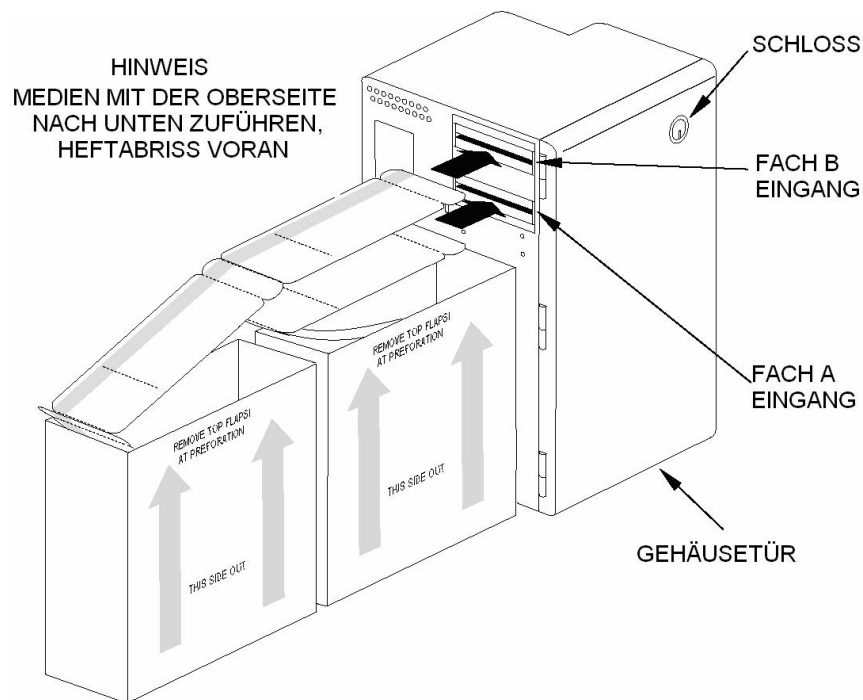

Abbildung 3-2. Position und Ausrichtung der Ticketkartons
2. Den oder die Kartons mit den Tickets hinter dem Drucker aufstellen. Dabei auf Bündigkeit mit den Zuführungen für die Fächer A und B achten. Die Ausrichtung entsprechend Abbildung 3-2 vornehmen. Das Ticketband mit der Vorderseite nach unten und dem Heftabriss voran in die Zuführung einführen. Beim Einführen des Materials in das Fach startet der Motor. Tickets loslassen, sobald der Motor läuft. Das Ticketmaterial wird nun in den Drucker gezogen. Die betriebsfertige